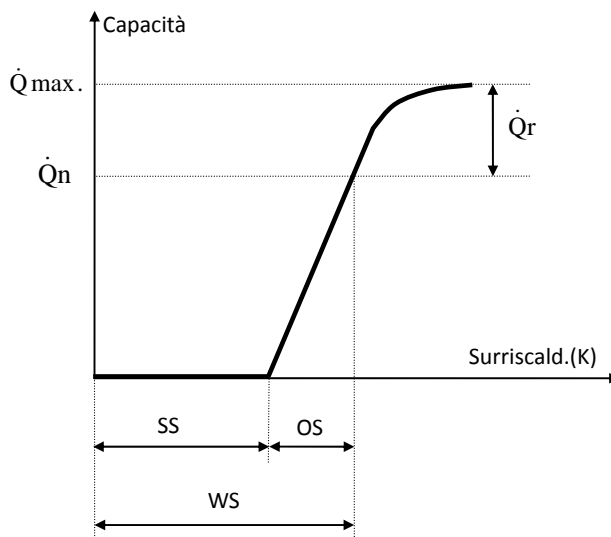

figura 2 : diagramma capacità -surriscaldamento
- La capacità nominale (\dot{Q}_n) è definita come la capacità dichiarata dal costruttore della valvola nelle condizioni di funzionamento nominali (vedi figura 2)
- Il surriscaldamento (SH) è definito come differenza tra la temperatura misurata e la temperatura di saturazione del refrigerante.
- Il surriscaldamento statico (SS) si riferisce solo alle TXV ed è definito come il surriscaldamento al di sotto del quale la valvola rimane chiusa e al di sopra del quale la valvola comincia ad aprirsi.
- Il surriscaldamento di apertura (OS) è il surriscaldamento incrementale al di sopra di SS richiesto per ottenere \dot{Q}_n .
- Il surriscaldamento operativo (WS) è la somma di SS e OS e può essere misurato sul campo.